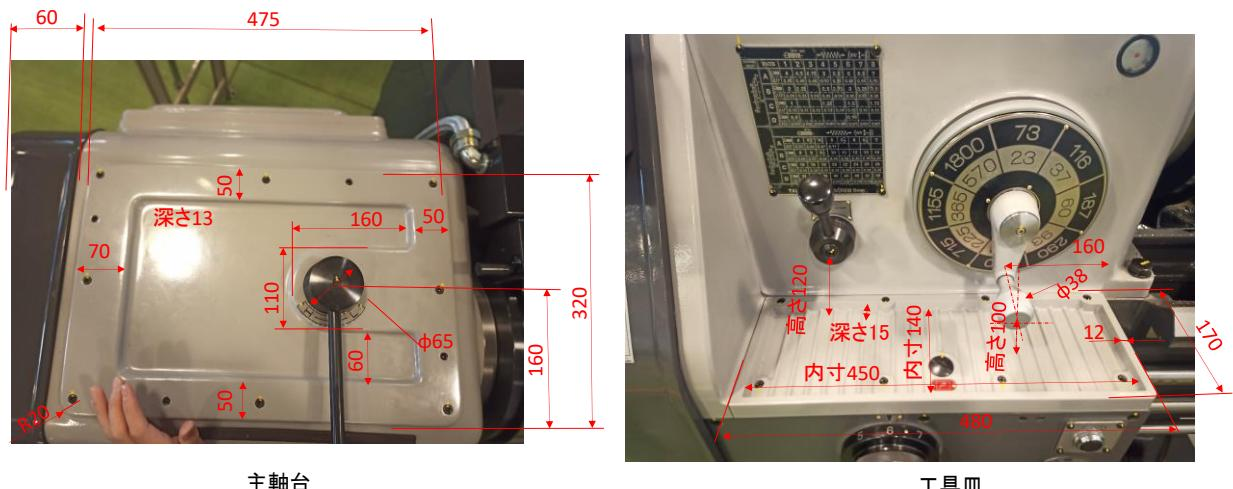

図 3 主軸台および工具皿
[注 3] P1 競技課題 3 注意事項 (7) の主軸台および工具皿の写真を図 3, 4 に示す。